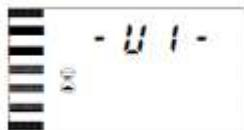

Рисунок 1A
- Когда бак U1 находится в режиме обслуживания, а бак U2 – в режиме ожидания: рисунок 1A/1B/1C/1D отображается каждые 5 секунд цикла.